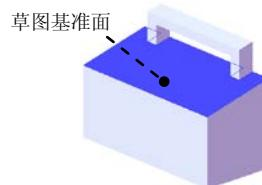

图 5.24.9 选取图基准面
(2) 定义特征的横断面草图。选取图 5.24.9 所示的模型表面作为草图基准面，绘制图 5.24.10 所示的横断面草图。